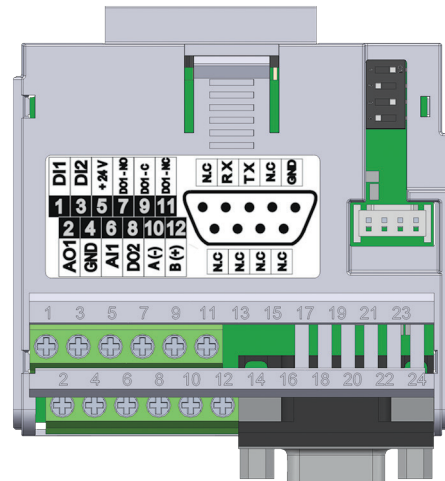

Figura 17.2: Módulo plug-in CFW500-CRS232
El módulo plug-in CFW500-CRS232 tiene la interfaz Serial (1) a través de la puerta RS485 en los bornes 10(A-) y 12(B+), así como la interfaz Serial (2) a través de la porta RS232 en el conector estándar DB9, vea la Figura 17.2 en la página 17-1.